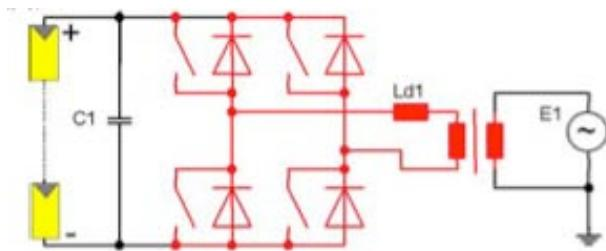

Figure 4 : Circuit simple utilisant un pont de transistors (source : ISET [2])
UDC correspond à la tension aux bornes du condensateur d'entrée d'un montage simple (figure 4) et UL1 à la tension injectée au réseau donc de fréquence 50 Hz.
- La figure 4 présente un exemple de circuit simple composé d'un pont de transistors commandé par PWM*. Le signal alternatif obtenu est ensuite filtré par l'inductance Ld située avant le transformateur* (ou Lac sur les autres schémas) afin d'obtenir un signal alternatif sinusoïdal à la fréquence du réseau.